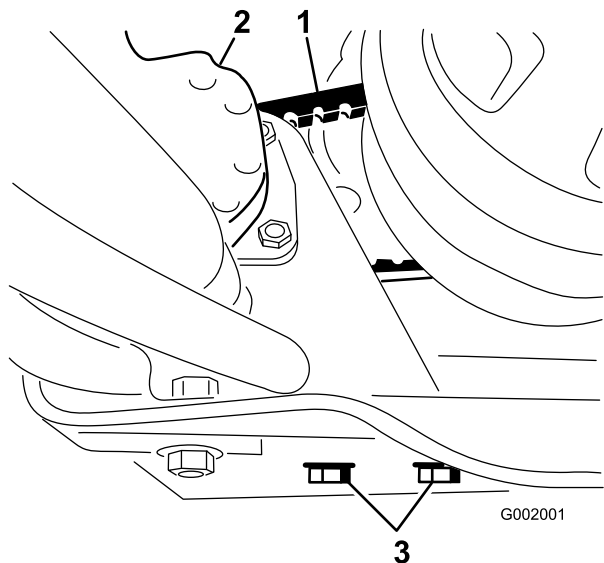

Figure 67
2. Desserrez les boulons de fixation de la pompe de direction (Figure 67).